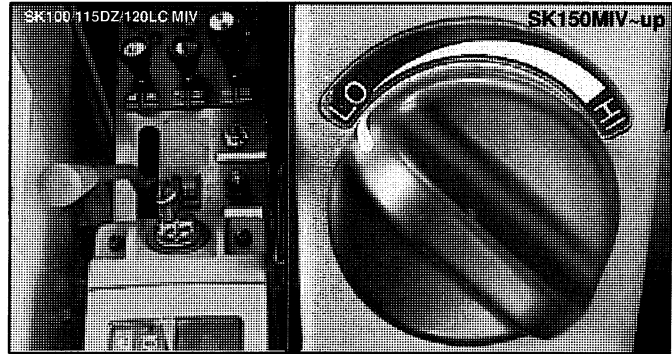

FIG. 6A
- A.** Make sure the throttle control lever is positioned in low idle, see Fig. 6A. (Asegúrese de que la palanca de aceleración se encuentra en relanti, ver Fig. 6A)